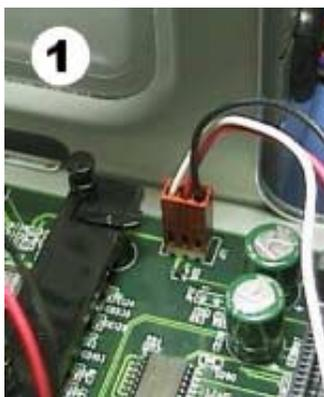

Figura 4.12
8) Ligue o microventilador na fonte de alimentação. Em PCs equipados com o Pentium II, Pentium III e Celeron, a conexão para o microventilador fica na própria placa de CPU. Processadores que usam o Socket 7 normalmente usam um ventilador que deve ser ligado na fonte de alimentação. Ambos os métodos estão mostrados na figura 4.12.